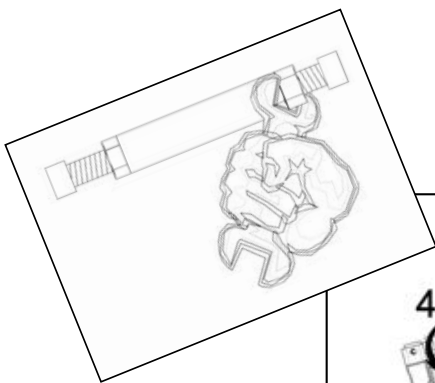

Fig 12 : Blocage des vérins à l'aide de l'écrou
- Une fois la courbure obtenue, les vérins seront bloqués par l'écrou.(voir figure 12)